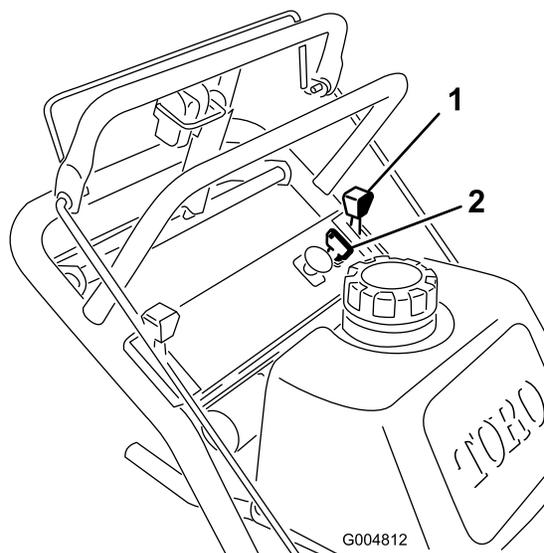

Figure 8
1. Placez la commande d'accélérateur en position **bas régime** (Figure 8).
3. **Coupez le contact** (Figure 8).